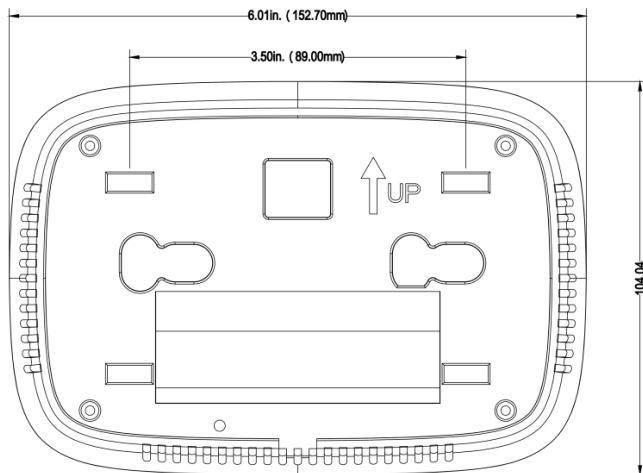

Fig. 2 Lakepro-1 Dimensiones traseras en pulgadas (mm)
2. Lakepro-1 Dimensiones traseras. Ver Fig. 2.